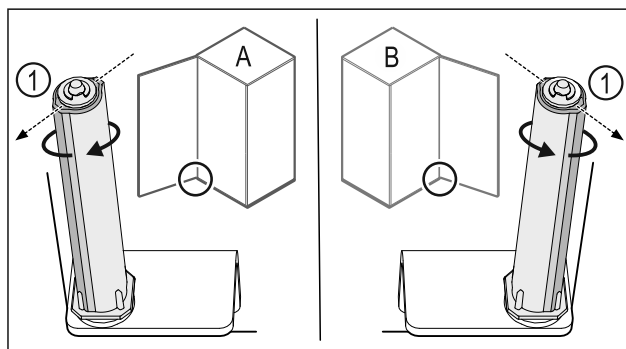

Fig. 37 Levo omejilo (A) / desno omejilo (B)
- ▶ Obrnite zaporni sistem proti uporu, dokler ni mostiček zapornega sistema Fig. 37 (1) obrnjen navzven.